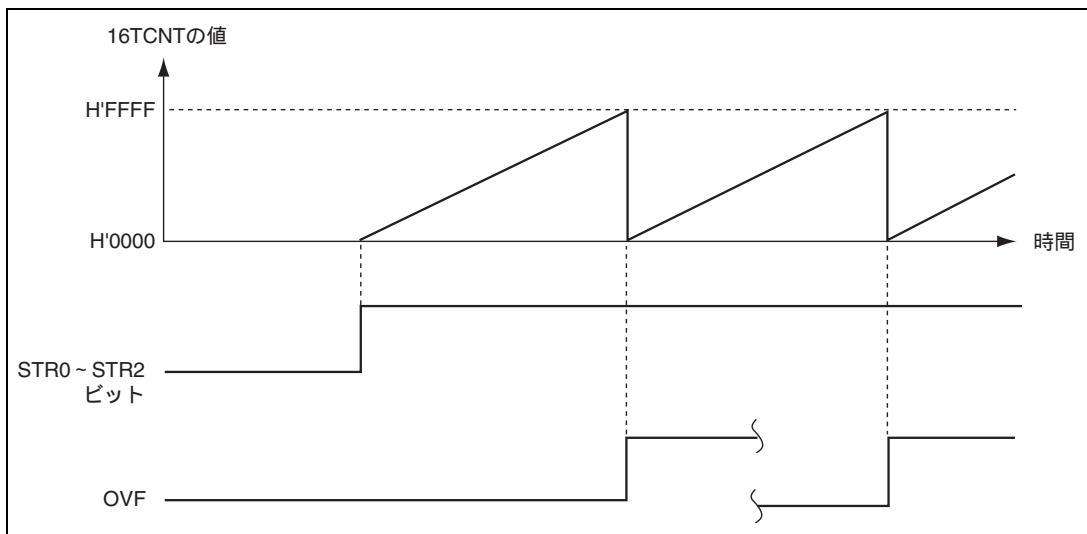

図9.13 フリーランニングカウンタの動作
- (1) 16TCRのTPSC2～TPSC0ビットでカウンタクロックを選択してください。外部クロックを選択した場合は、16TCRのCKEG1、CKEG0ビットで外部クロックのエッジを選択してください。
- (2) 周期カウント動作の場合、16TCRのCCLR1、CCLR0ビットで16TCNTをGRAのコンペアマッチでクリアするか、GRBのコンペアマッチでクリアするかを選択してください。
- (3) (2)で選択したGRAまたはGRBを、TIORによりアウトプットコンペアレジスタに設定してください。
- (4) (2)で選択したGRAまたはGRBに周期を設定してください。
- (5) TSTRのSTRビットを1にセットしてカウント動作を開始してください。
- フリーランニングカウンタの動作を図9.13に示します。